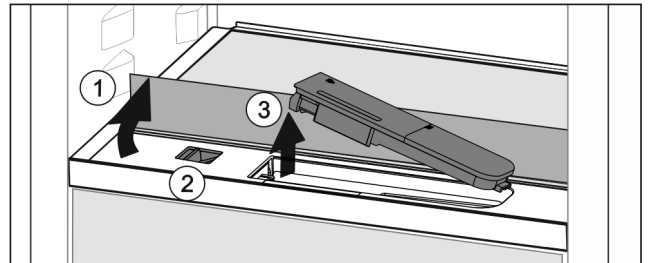

Fig. 119
- Cam plakayı kaldırın ve dayanağa kadar arkaya kaldırın Fig. 119 (1).
- Kaydırıcıyı Fig. 119 (2) sola itin.
- Su deposunu çıkarın Fig. 119 (3).